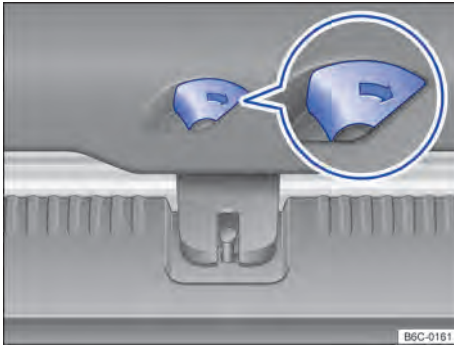

Fig. 60 En el maletero: desbloquear la tapa trasera.
- Desplazar la palanca de desbloqueo en el sentido de la flecha → fig. 60, para destrabar el portón trasero.